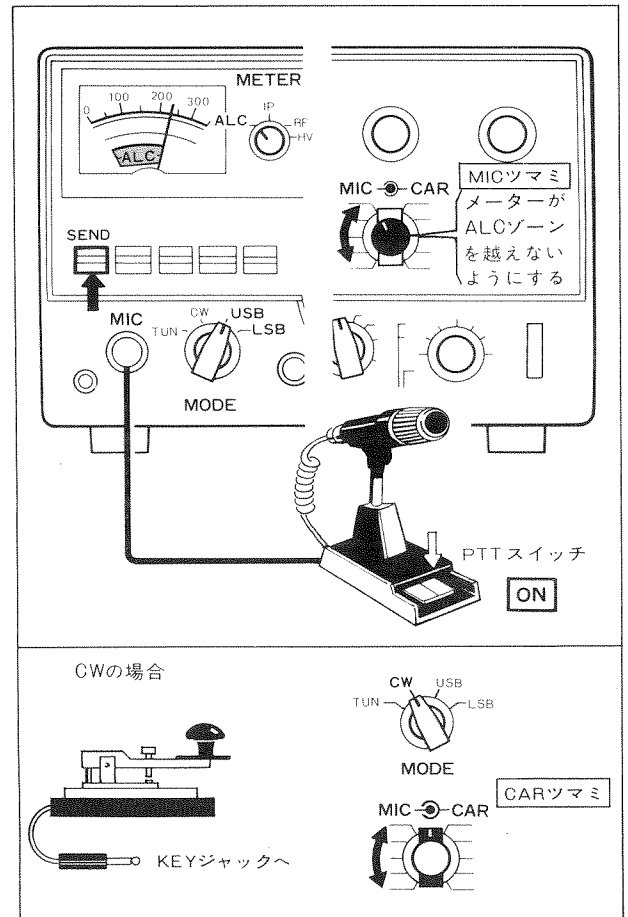

図9
- ① マイクを接続します。(マイクの配線は、4頁を参照してください。)
- ② MODEスイッチを、運用するMODE、(3.5、7MHzはLSB、14、21、28MHzはUSB)に合わせます。
- ③ スタンバイスイッチをSENDにします。(マイクPTTスイッチがついている場合、そのスイッチをONさせても良い。)
- ④ メータースイッチをALCとしMICツマミを時計方向に回しながら、マイクに向かって発声しますとメーターが振れます。図9に示すように、メーターのALCゾーンを越えないように、MICツマミを調整してください。
- ① 電鍵を背面の KEY ジャックに接続します。
- ② MODE スイッチを CW にします。
- ③ スタンバイスイッチを SEND にします。
- ④ 電鍵をダウンの位置にしますと、メーターが振れます。(METER スイッチは、ALC の位置)
- ⑤ メーターの振れが、ALC ゾーン (図9 参照) を越えないように、CAR ツマミを調整してください。